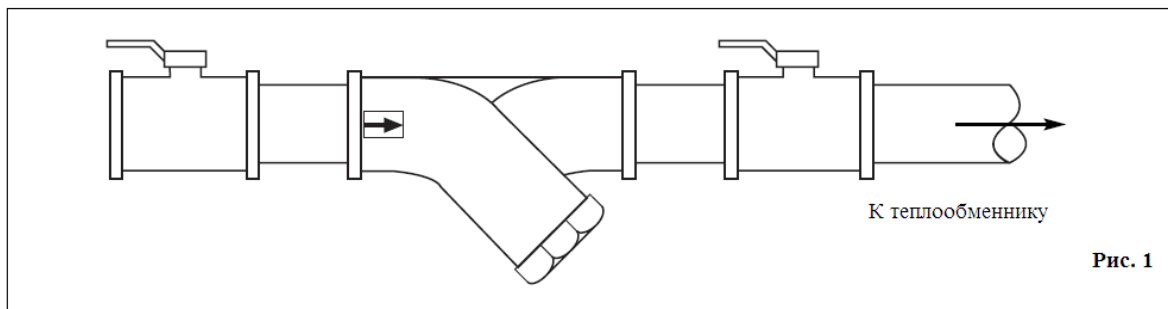

Рис. 1
- Пренебрежение установкой водяного фильтра (6), входящего в комплектацию холодильных машин серий NRW и NRW-E, автоматически аннулирует гарантийные обязательства производителя оборудования. (В модификациях с накопительным баком водяной фильтр уже установлен.)
- Водяной фильтр устанавливается до конденсатора (7).
- Установка фильтров производится в соответствии со схемой, приведенной на Рис. 1.